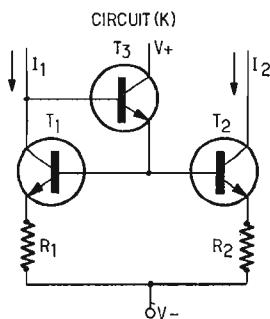

FIG. 8.
sources de polarisation Q_8 et Q_{13} respectivement sources I_2 et I_3 qui sont en relation par l'intermédiaire de la source Q_7 . La source I_3 fixe le courant d'émetteurs de la paire différentielle Q_{11} , Q_{12} qui est réalisée selon le principe du circuit (K) représenté par le schéma de la figure 8. Le courant I_1 est, ainsi, le double de celui de la source Q_7 et également le double du courant I_2 de la source Q_8 dans toutes les conditions de tension d'entrée et de température.